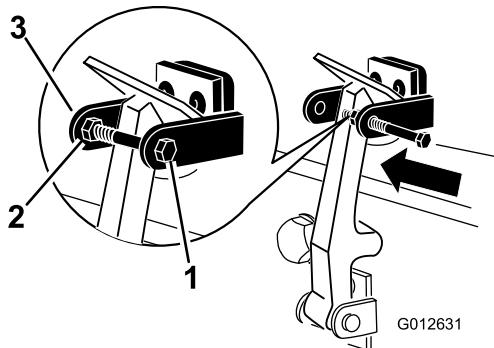

Figure 18
- Vissez le boulon dans l'autre bras du support du loque pour bloquer le loquet en position (Figure 18).